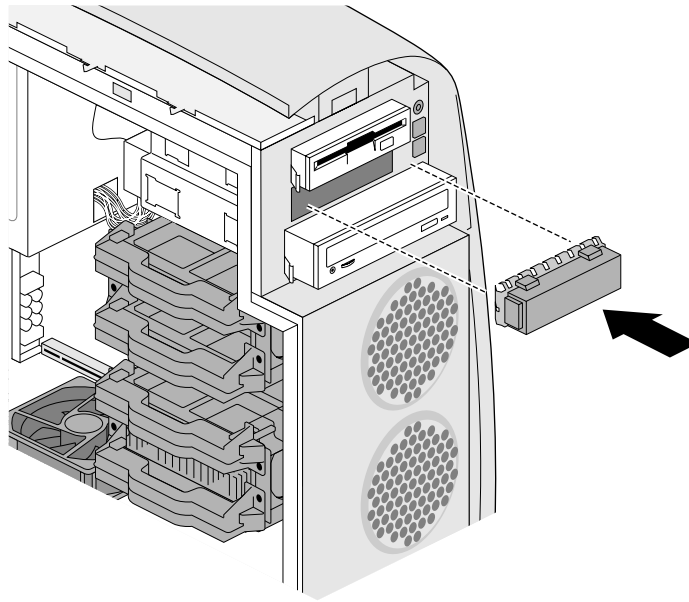

Figure 4-13 Pose d'un panneau de protection dans la baie du lecteur
- Insérez un panneau de protection dans la baie libre, comme indiqué à la Figure 4-13.